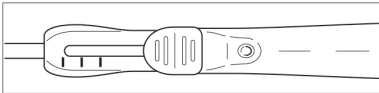

图 12：8 mm 长度球囊的手柄标记
c. 使用长度为 8 mm 的球囊时，可能需要多次充盈以达到所需效果。在充盈操作之间，部分缩回球囊滑块装置，使用 5 mm 手柄参考标记，以确保球囊的全长治疗。参见图 12。